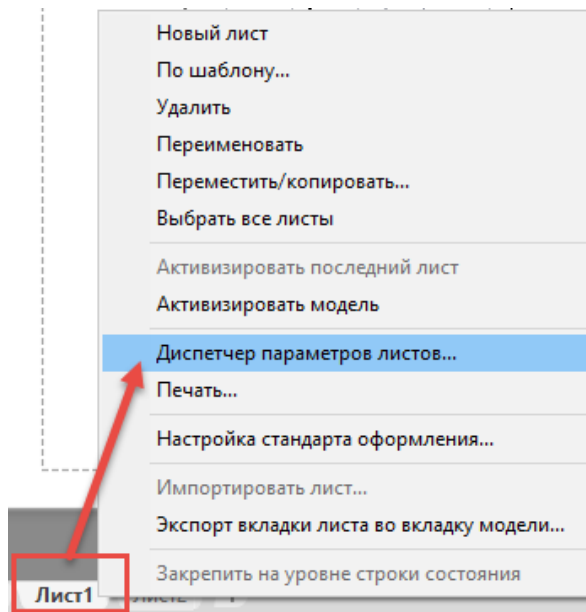
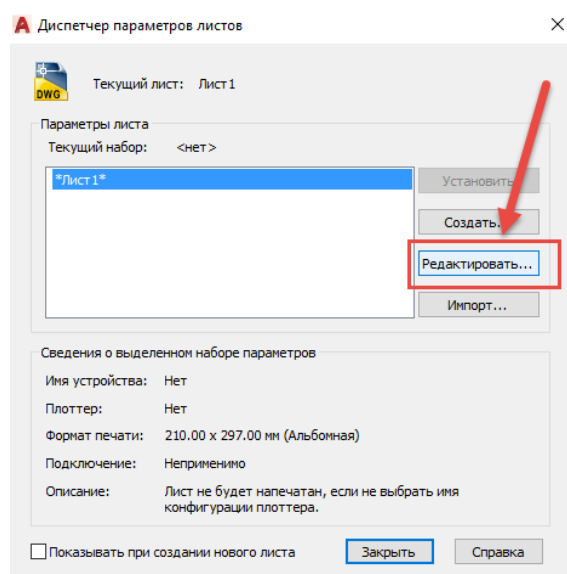

Рис. 3.12. Контекстное меню вкладки Лист
Рис. 3.13. Диалоговое окно Диспетчер параметров листов
2. В контекстном меню, вызванном правой кнопкой мыши, вкладки **Лист1** (рис. 3.12) выберите строку **Диспетчер параметров листов**. В открывшемся окне нажмите кнопку **Редактировать** (рис. 3.13), установите формат листа **420×297**, ориентация чертежа **альбомная** (рис. 3.14).